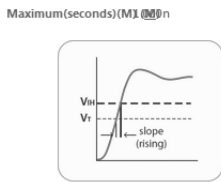

图 9-43 上升沿斜率约束规则
- “Slope – Rising Edge”（上升沿斜率约束规则）：如图 9-43 所示为该项设置示意图。